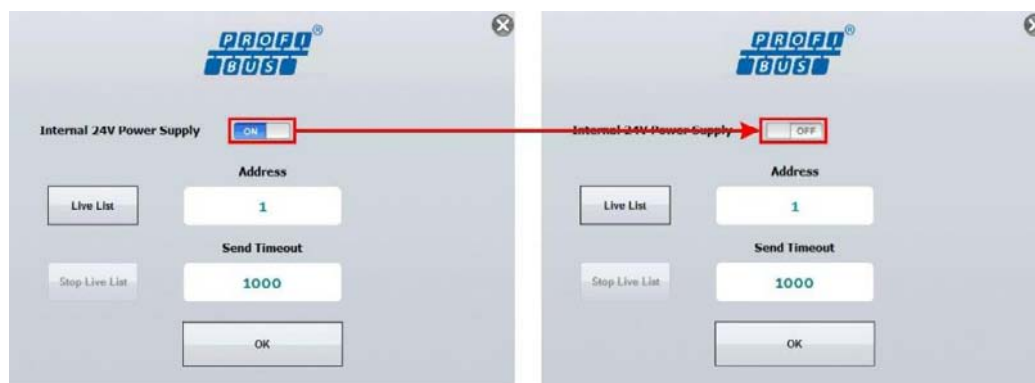

Fig. 34 - Habilitando a fonte de alimentação interna
-  **ATENÇÃO:** Por padrão, a fonte interna de 24Vdc é habilitada para uso. Caso seja necessário utilizar uma fonte externa, desabilite a função pressionando a chave de seleção, como indicado na **Fig. 34**.